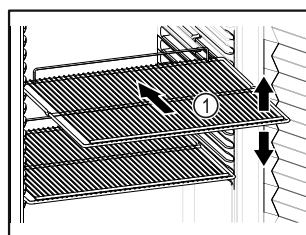

Fig. 59 Voorbeeld
- ❑ Indien de legroosters Fig. 59 (1) verplaatsbaar zijn, deze aan de hoogte aanpassen.